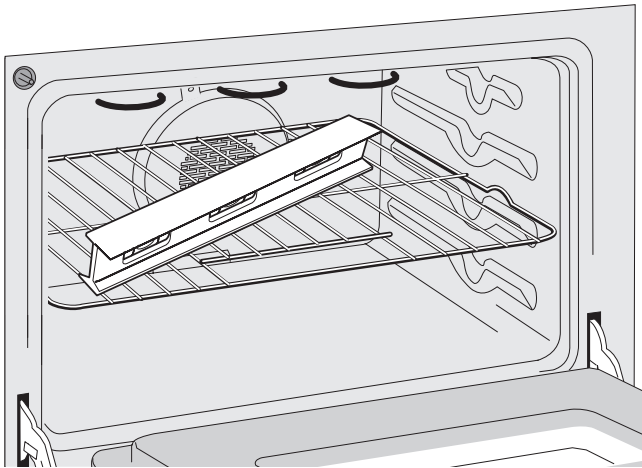

Figure 6 : Mise à niveau de la cuisinière
2. Placez un niveau sur la grille (Figure 6). Prendre 2 relevés en plaçant le niveau en diagonale dans un sens puis dans l'autre.